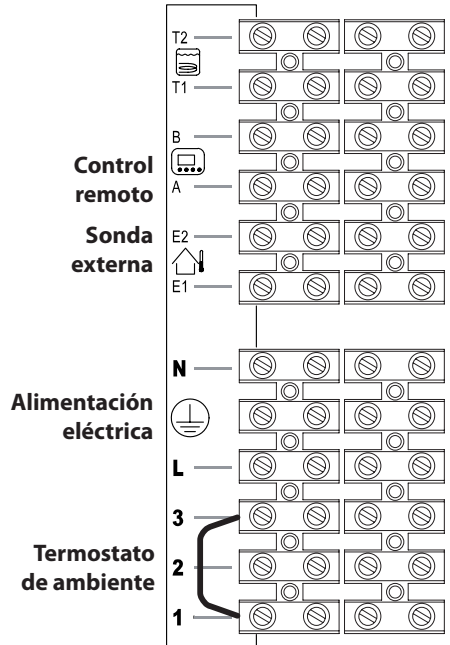
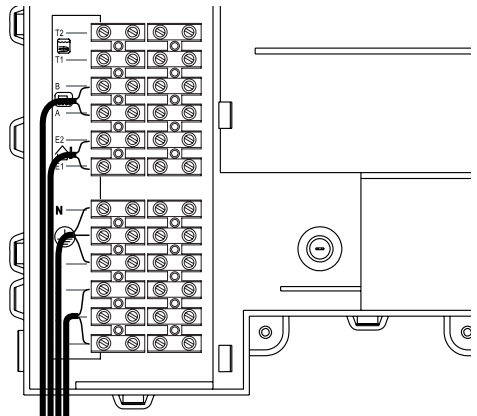
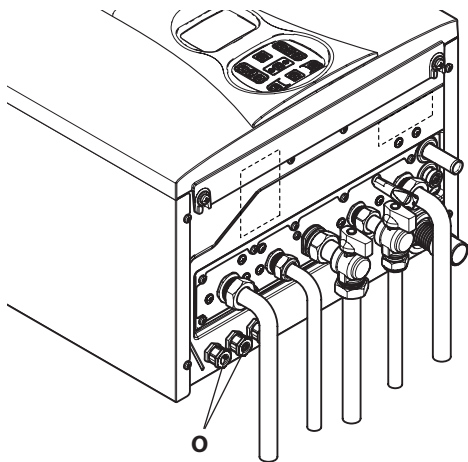

Figura 5.19
Figura 5.20
Figura 5.21
- Conecte el cable de alimentación eléctrica procedente del interruptor omnipolar a la bornera de alimentación eléctrica de la caldera (Figura 5.19) respetando la correspondencia de la línea (hilo marrón) y del neutro (hilo azul claro).
El cable o los hilos de alimentación eléctrica de la caldera y del termostato de ambiente deben seguir el recorrido indicado en la Figura 5.20.
Haga salir los cables de la caldera utilizando los pasacables adecuados **O** (Figura 5.21).
Para conectar un termostato de ambiente use los bornes indicados en la Figura 5.19.
Para conectar válvulas de zona use los bornes del termostato de ambiente indicados en la Figura 5.19 y en la Figura 5.20. Los conductores eléctricos de los contactos del microinterruptor de la válvula de zona deben conectarse a los bornes "1 y 3" de la bornera del termostato de ambiente, como en la Figura 5.20.
El cable o los hilos de alimentación eléctrica de la caldera y del termostato de ambiente deben seguir el recorrido indicado en la Figura 5.20. Haga salir los cables de la caldera utilizando los pasacables adecuados O (Figura 5.21).
Los hilos de conexión de la sonda externa deben seguir el recorrido indicado en la Figura 5.20.
El cable del control remoto debe seguir el recorrido indicado en la Figura 5.20.